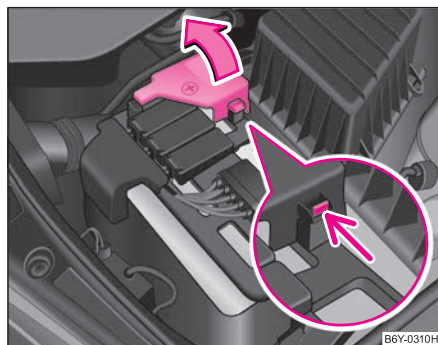

Fig. 145 Bateria: Rabaterea capacului
- Desfaceți elementele de fixare de pe partea polului plus al bateriei ⇒ fig. 145.